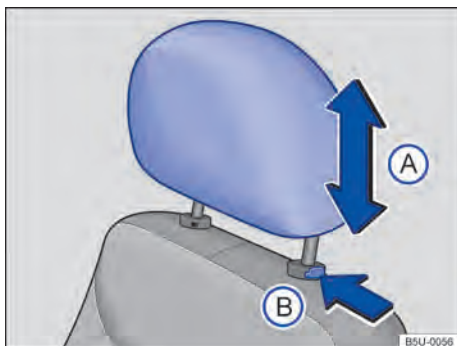

Fig. 63 Apoio para cabeça dianteiro: desinstalar.
- Pressionar o botão → Fig. 63 (B) no sentido da seta. Retirar o apoio para cabeça com a tecla pressionada.
- Empurrar o apoio para a cabeça totalmente para baixo com o botão → Fig. 63 (B) pressionado.